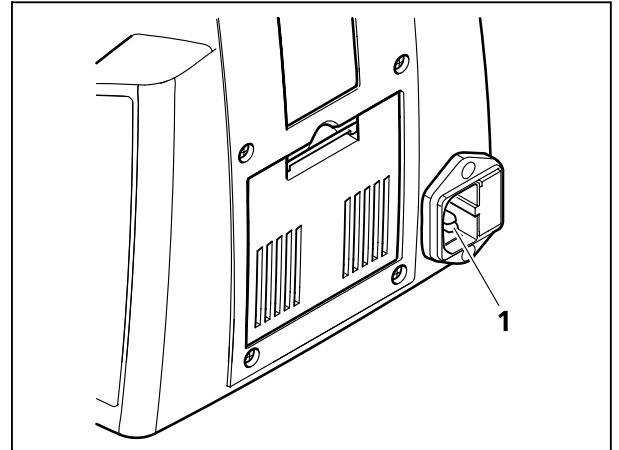

Bild 3-29 Netzanschluss an der Rückseite des Stativs
- Netzanschluss (Bild 3-29/1) des Mikroskops über Netzkabel mit einer Netzsteckdose verbinden.